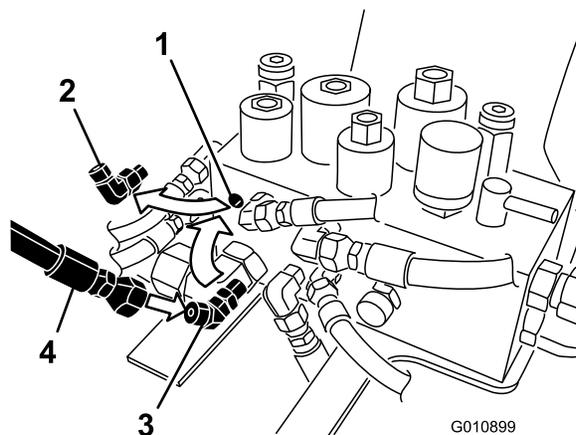

Figura 3
- Desligue o tubo do encaixe de 90 graus na porta L1B no colector hidráulico (Figura 3). Anote o ângulo em que o encaixe está direccionado.
- Retire o encaixe de 90 graus do colector hidráulico e substitua-o com o encaixe de 45 graus (Figura 3). Posicione o encaixe no ângulo aproximado do encaixe anterior.
5. Ligue o tubo ao encaixe de 45 graus (Figura 3).